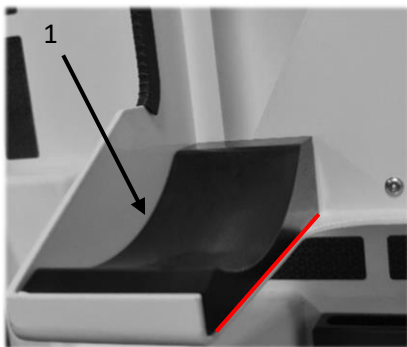

Abbildung 10: Linke Radaufnahme
Der Xlevator hat eine linke und eine rechte Radaufnahme (Abb. 10) (1). Links und rechts sind die dementsprechenden Seiten, wenn der Xlevator von vorne betrachtet wird wie in Tabelle 7: *Produktübersicht* in Unterkapitel 4.3 *Produktübersicht*.
2. Die rot markierte, rechtwinklige innere Kante (Abb. 10) wird bündig angebracht. Die gegenüberliegende äußere Kante ist verrundet um über die Schweißnaht zu passen. Die rechte Radaufnahme ist spiegelverkehrt zur linken.
3. Befestigen Sie die neue Radaufnahme (1) mit den neuen drei M8x12-Linsenkopfschrauben (2) mit einem Anzugsmoment von 8 Nm.